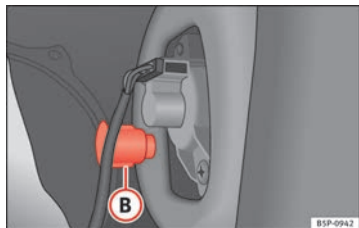

Abb. 191 Standlicht / Bremslicht
- Schrauben Sie die Kunststoffhalterung ⇒ Abb. 191 **B** der Rückleuchte heraus. Zum Herausdrehen können Sie einen Schraubendreher in dieses Teil einsetzen.